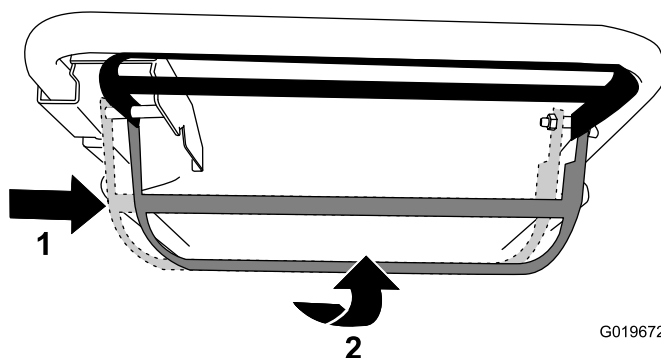

Figura 20
- Para engranar la transmisión autopropulsada y activar las cuchillas, mueva la barra de control a la derecha hasta que haga tope y levántela hasta el manillar (Figura 20).